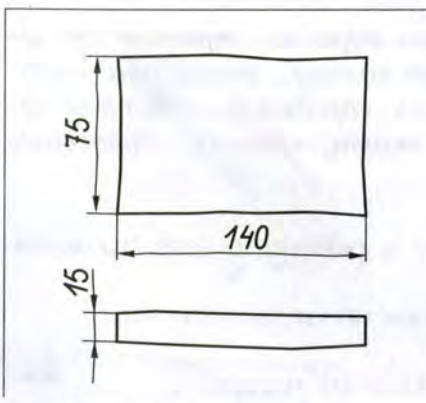

Рис. 9. Эскиз детали «основание» подставки для ручек и карандашей
*Эскиз* – это изображение, выполненное от руки с указанием размеров (рис. 9).